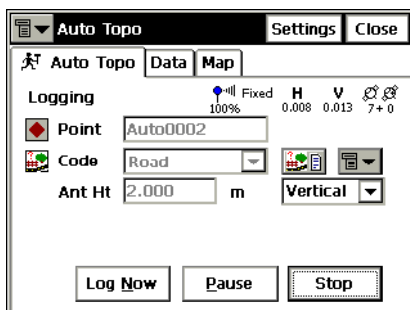

Figura 5-49. Continuo – Comenzar
- **Empezar**: comienza el proceso de registro. Después de pulsarlo, el botón cambia su nombre a **Parar** y **Pausa** se activa (Figura 5-49 en la página 5-40).